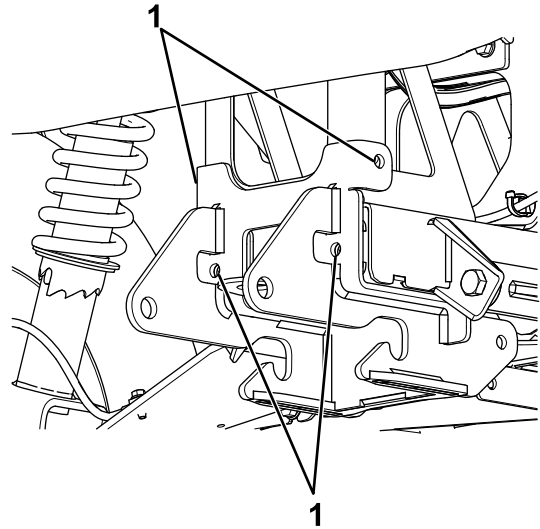

Figure 1
2. En vous servant de la plaque de protection du chasse-neige comme guide, percez les 4 trous de 7/16 pouce montrés à la Figure 1.